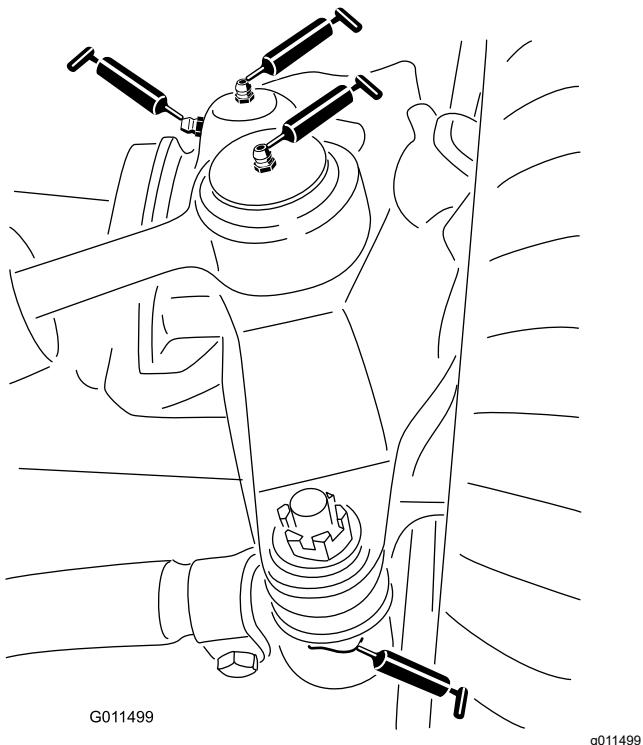

Figura 79
- Rótulas de los cilindros de dirección (2) (Figura 79)
- Rótulas de las barras de acoplamiento (2) (Figura 79)
- 2 casquillos de los pivotes de dirección (Figura 79).